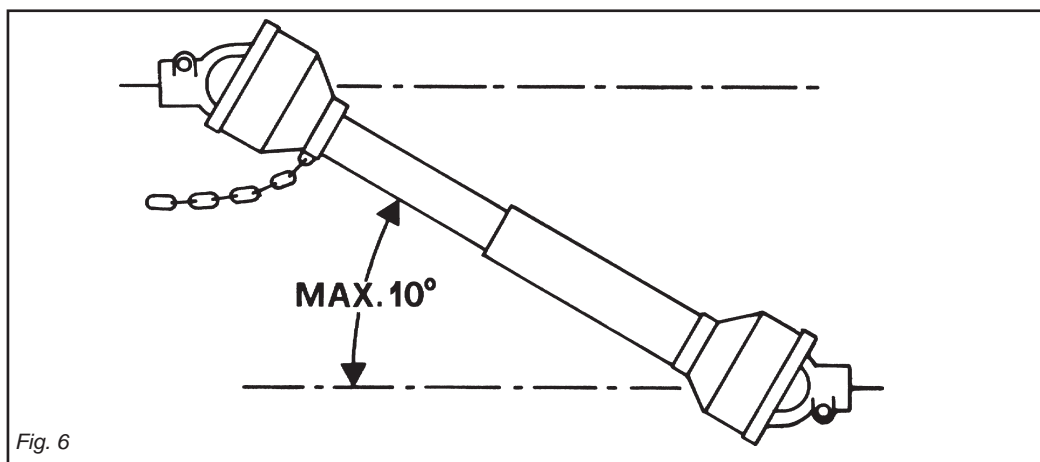

Fig. 6
- 40) Disinserire, sempre, la presa di forza quando l'albero cardanico fa un angolo troppo aperto (mai oltre i 10 gradi - Fig. 6) e quando non viene usata.
- 40) *Always disengage the pto when the cardan shaft is set at an excessively open angle (never beyond 10 degrees - Fig. 6) and when it is not in use.*
- 40) Débrayez toujours la prise de force quand l'angle de l'arbre à cardans est trop ouvert (jamais plus de 10 degrés Fig. 6) et lorsque vous ne devez pas l'utiliser.
- 40) Die Zapfwelle immer ausschalten, wenn die Gelenkwelle einen zu großen Winkel einnimmt (nie über 10 Grad - Abb. 6) und wenn sie nicht gebraucht wird.
- 40) Desactivar, siempre, la toma de fuerza cuando el árbol cardánico hace un ángulo demasiado abierto (nunca superar los 10 grados - Fig. 6) y cuando no la usamos.